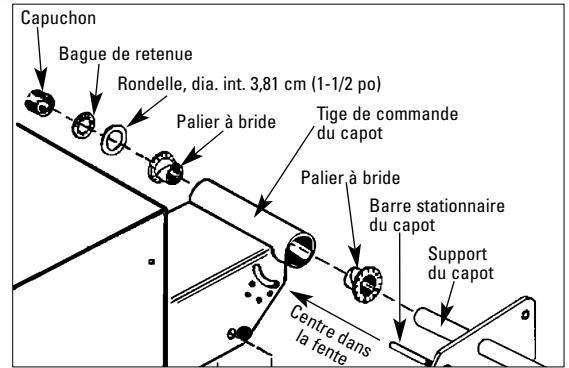

Figure 3 – Installation de l'assemblage du capot
8. Glissez le palier à bride dans la barre stationnaire du capot : bride vers came (Figure 3).
11. Glissez le deuxième palier à bride en place, puis la rondelle, la bague de retenu et le capuchon (Figure 3).